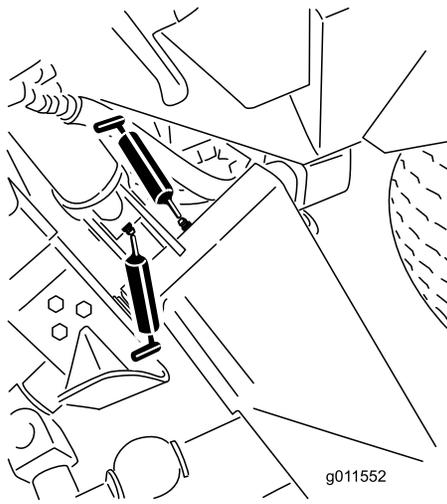
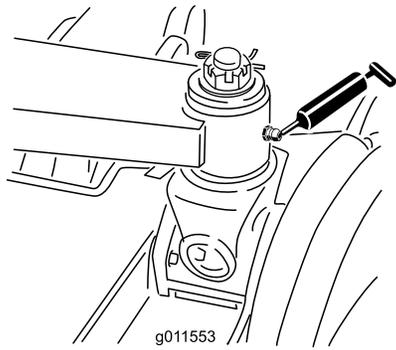

Рисунок 41
Рисунок 42
- Втулки главных подъемных рычагов (6 шт.) (Рисунок 41 и Рисунок 42)